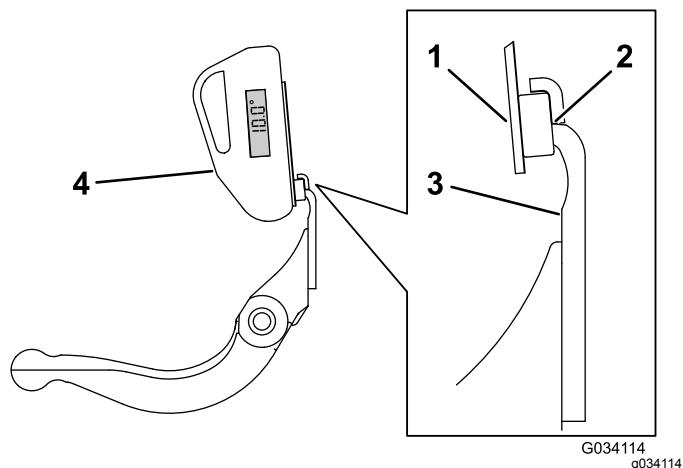

Figure 22
3. Placez le support d'indicateur d'angle sur le bord de la contre-lame de sorte à adapter le bord de l'aimant au bord de la contre-lame (Figure 22).
4. Placez l'indicateur d'angle sur le support, comme montré à la Figure 22.